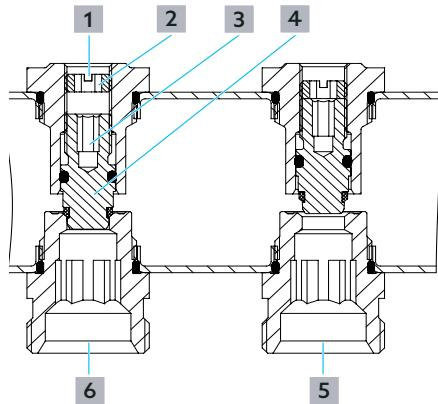

Fig. 3: Construction du mécanisme de réglage
2. Ouvrir la tige du robinet (voir Fig. 3 en page 32 (4)), en la tournant dans le sens inverse des aiguilles d'une montre